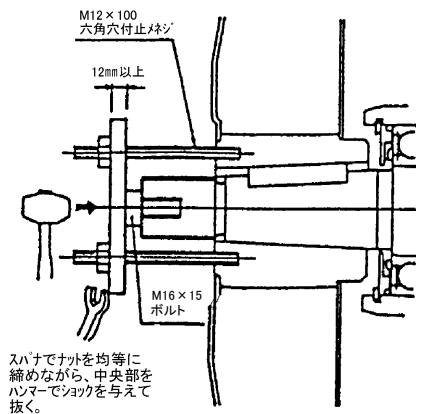

図 9-5
9.3.5 ベアリングケース(図 9-5,6,7)
右図の要領でドラムを取り外してください。(図 9-5)